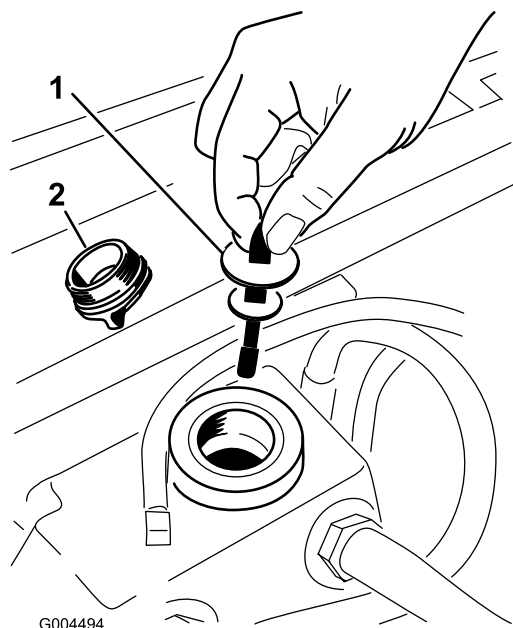

Figura 90
5. Retire o tampão de enchimento hidráulico do tubo de enchimento (Figura 90).
6. Retire a vareta e limpe-a com um pano limpo (Figura 90).
7. Coloque a vareta no tubo de enchimento, retire-a e verifique o nível de fluido (Figura 90).